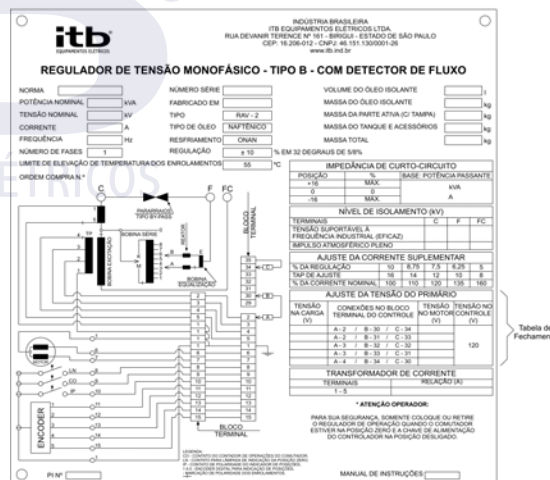

Figura 11: Placa de identificação.
9. Verificar si el cierre del TP está adecuado para el voltaje de la línea conforme indica la placa de identificación, en la figura 11.
La placa de identificación indica el cierre adecuado de los terminales “A”, “B” y “C” que será diferente para cada voltaje de sistema aplicable conforme muestra en destaque la figura 11.